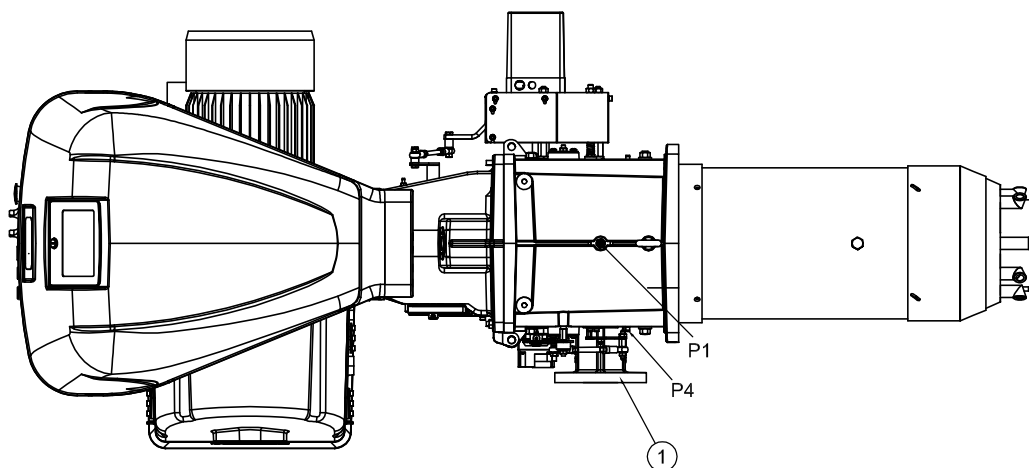

рис. 26
- Давление газа измерено в контрольной точке P1) (рис. 26), при этом:
- вычитите давление в камере сгорания из давления газа, измеренного в контрольной точке P1) (рис. 26).
Gas pressure at test point P1)(Fig. 26) = 46.7 mbar Pressure in combustion chambe = 5 mbar
Чтобы рассчитать требуемое давление газа в контрольной точке P1) (рис. 26), установите МАКСИМАЛЬНУЮ мощность, требуемую для работы горелки:
- справа (столбец 1) укажите давление в контрольной точке P1 (рис. 26).
Давление, требуемое в контрольной точке P1рис. 26=46,5 мбар